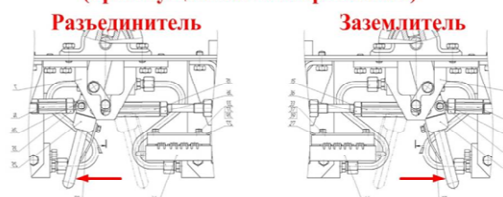

Рисунок 15 – Разъединитель QS1 и заземлитель QS2
- отсутствие контакта в блокировках крышевого разъединителя QS1(рис.15).
1. На мониторе и в машинном отделении по рычагам привода(рис.15)проконтролировать включенное положение разъединителя, выключенное положение заземлителя;
Причина: неисправность отключающей катушки вентиля привода заземлителя QS2-2 (рис.15).
Для отключения перекрыть кран КН32 (рис.15) к вентилю привода и с помощью изоляционной рукоятки перевести крышевой заземлитель QS2 в положение «выключено».
Для включения перекрыть кран КН31 (рис.15) к вентилю привода и с помощью изоляционной рукоятки перевести крышевой разъединитель QS1 в положение «включено».
3. в машинном отделении разъединители и заземлители (рис.15) изоляционной рукояткой установить в положение поднятия токоприемника, отсоединить разъемы от электропневматических вентилей разъединителей и заземлителей обеих секций.